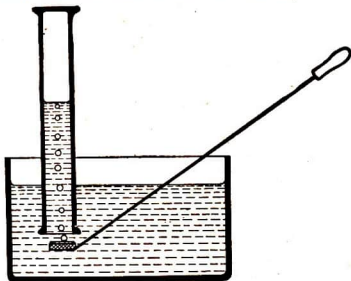

Abb. 1. Wasserstoffbildung bei der Einwirkung von Natrium auf Wasser
2. *Hält man das Natriumstückchen mit einem Sieblöffel unter einen mit Wasser gefüllten Zylinder (Abb. 1), so sammelt sich Wasserstoff darin an. (Vorsicht! Schutzscheiben! Nur Lehrerversuch!)*